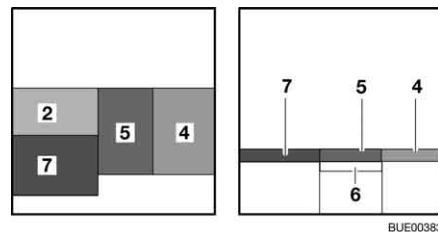

Fig. 104 Après la transformation
- Faire ressortir la rallonge du coffre de banquette (Fig. 104,6).
- Placer le coussin d'assise (Fig. 104,5) au centre.
- Placer le coussin de dossier (Fig. 104,4) entre le coussin d'assise et la cloison.